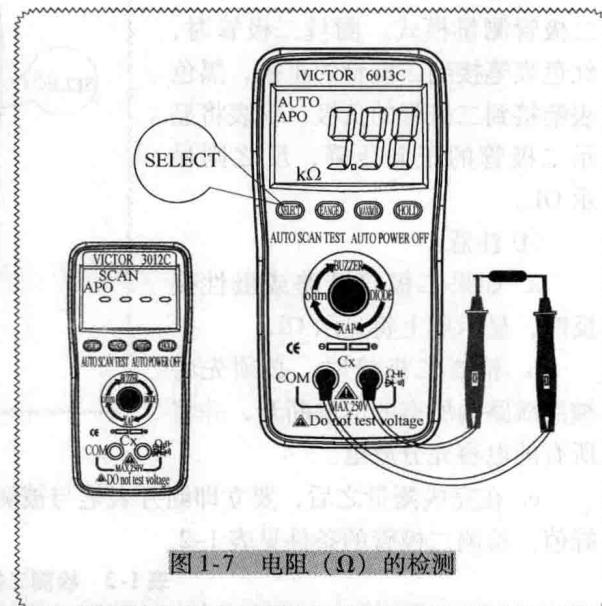

图 1-7 电阻 (Ω) 的检测
① 开启电源，初始状态为电阻、二极管通断测量及电容自动识别模式，将红、黑表笔分别插入输入插孔 “ Ω^+ ” 和 COM，如图 1-7 所示。
② 触发 SELECT 键一下，为自动电阻测量模式。
③ 在自动识别模式下测量电阻时，RANGE、MAX/MIN、HOLD 键不起控制作用；当被测电阻大于 $1M\Omega$ 时，应触发 SELECT 键一下选择自动电阻测量模式，此时的 MAX/MIN、HOLD、RANGE 键起控制作用。
④ 注意：